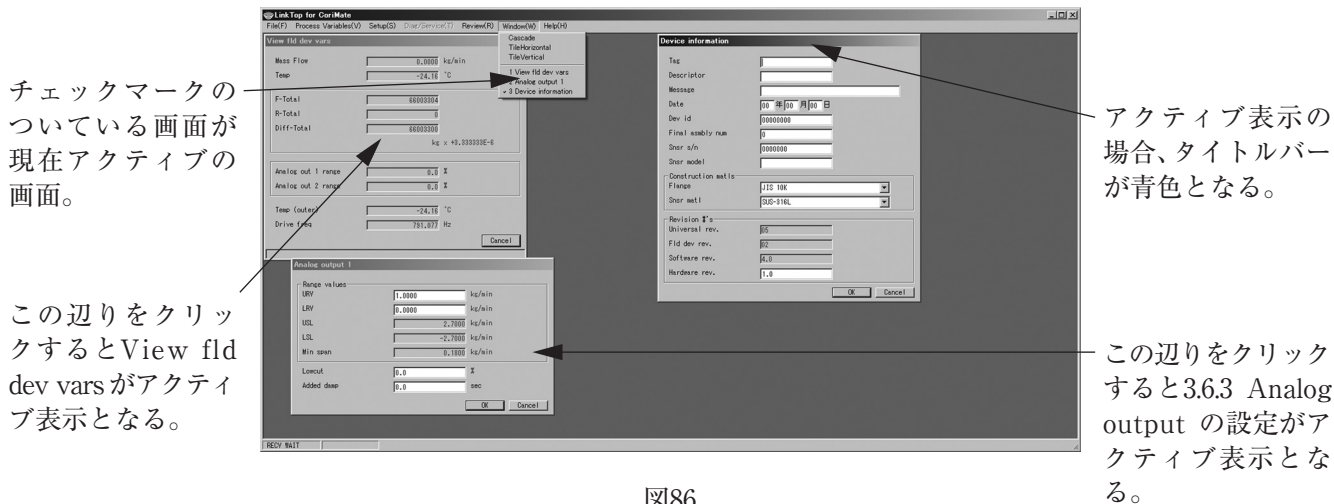

図86
- ① 画面上に図86のように3つのメッセージボックスが表示されている場合、メニューの「Window(W)」をクリックすると、現在画面上に表示されているメッセージボックスの名前が表示され、アクティブ表示となっているメッセージボックスにはチェックマークがつきます。
- ② ここで、アクティブ表示にしたいウィンドウ名をクリックするとそのメッセージボックスがアクティブ表示となります。
- ③ アクティブ表示、非アクティブ表示の切換は別の方法でも行えます。画面上でアクティブ表示にしたいメッセージボックスのどこかをクリックすれば、そのウィンドウがアクティブ表示となります。図86を参照してください。